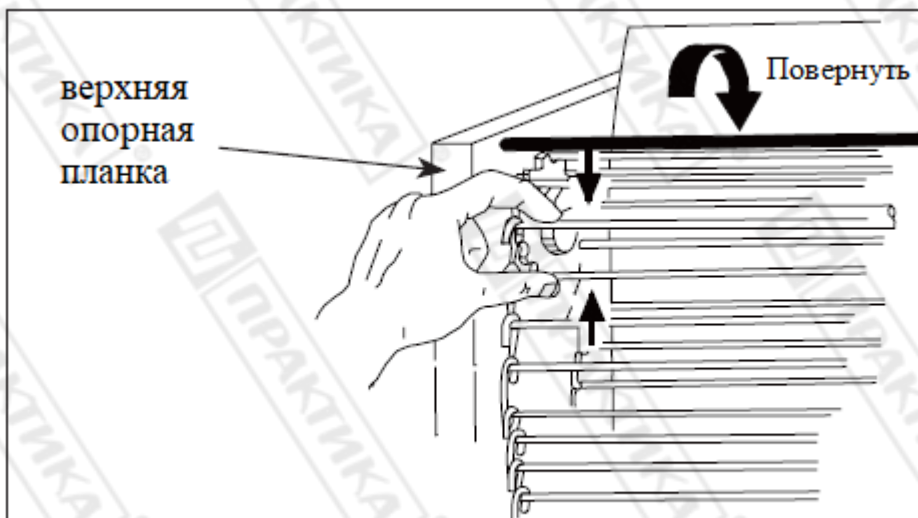

Рисунок 1
- после удаления звена цепи натяните крюк вниз и убедитесь, что звено цепи находится в канавке звездочки, после этого снова соедините два конца цепи (рисунок 1).